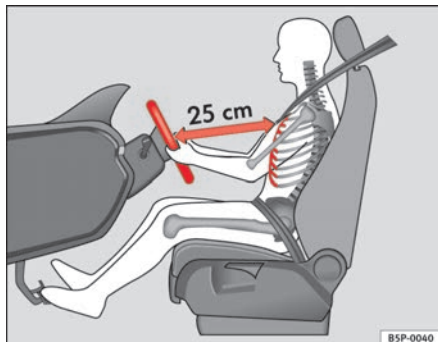

Fig. 1 Distância correcta entre o condutor e o volante
- Ajustar o volante de modo a que a distância entre o volante e o tórax seja de pelo menos 25 cm ⇒ **fig. 1**.
- Regule o banco do condutor de modo a assegurar uma distância mínima de 25 cm entre o tórax e o centro do volante ⇒ **página 10, fig. 1**. Se essa distância for inferior a 25 cm, o sistema de airbag pode não o proteger convenientemente.